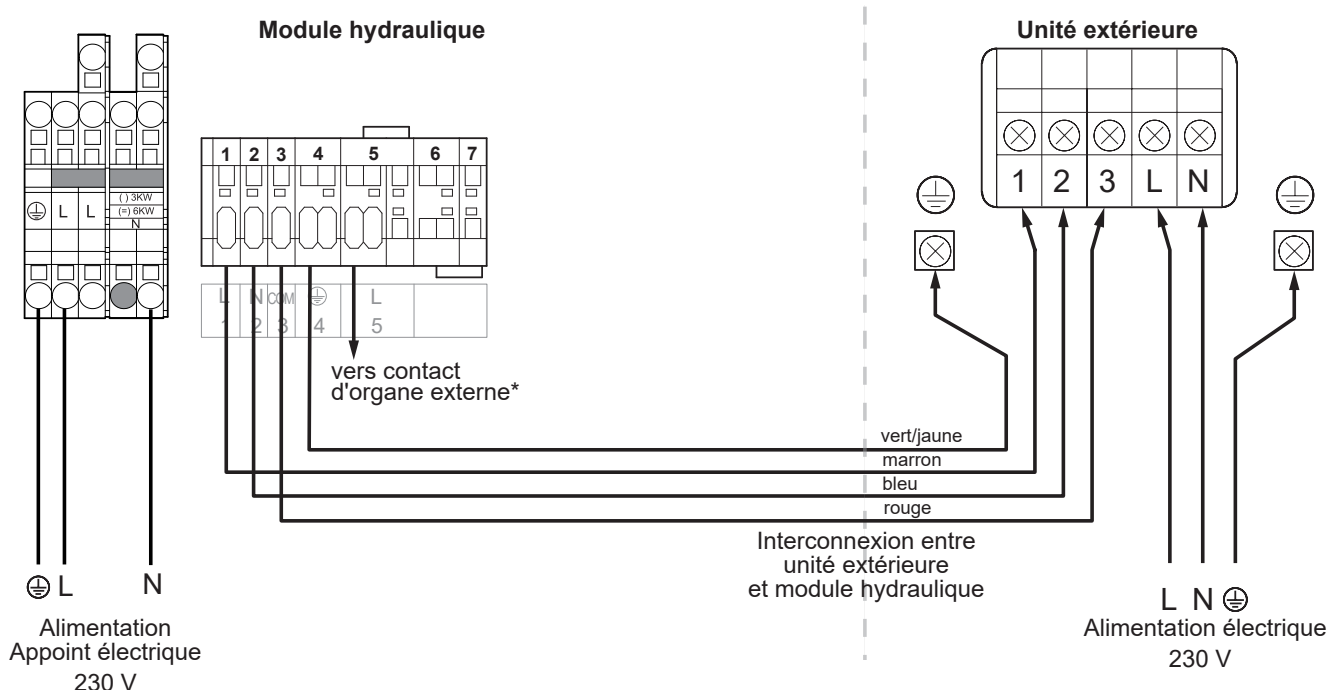

fig. 32 - Raccordement aux borniers et relais de puissance
- Effectuer les raccordements suivant le schéma (fig. 32, page 42).